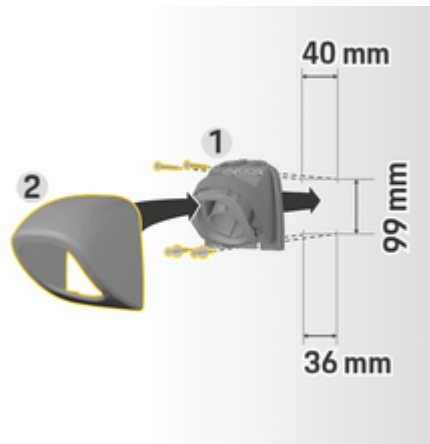

рис. 65: Розміри отворів
1. Вийміть тримач вилки **1** (рис. 65) із кришки **2** (рис. 65).
4. Прикрутіть тримач вилки **1** (рис. 65) до стіни.
5. Надіньте кришку **2** (рис. 65) знизу на тримач вилки **1** (рис. 65) і притисніть догори.